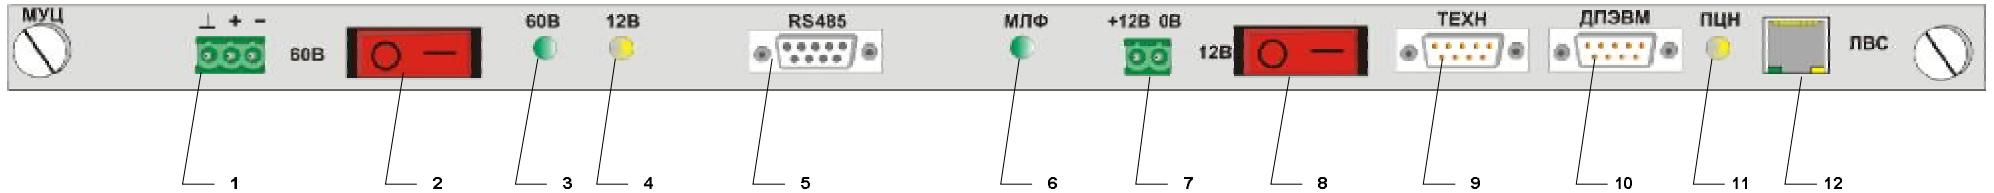

Рисунок 3. МУЦ – органы индикации, управления и коммутации.
1.5.1 На лицевой панели МУЦ (рисунок 3) расположены:
- а) разрывной клеммный разъем (1), предназначенный для подключения к источнику питания постоянного тока номинальным напряжением минус 60 В;
- б) выключатель сетевой «60В» (2), предназначенный для подачи питания номинальным напряжением 60 В на блок питания МУЦ.